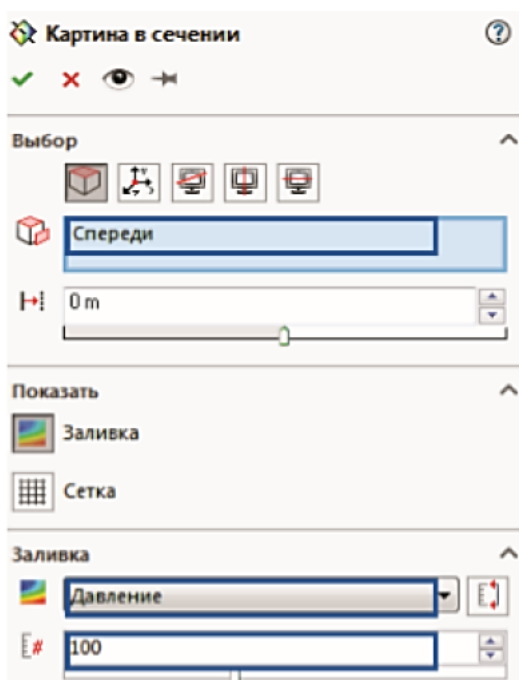

Рис.15 – Додавання «Картини в перетині»
13. Для виведення результатів розрахунку на екран в командному меню натискаємо ПКМ на команду «Картина в перерізі», після натискаємо «Додати». У діалоговому лівому вікні налаштовуємо виведення зображення (рис.15) для «Тиск». Дану операцію повторюємо для швидкості, температури